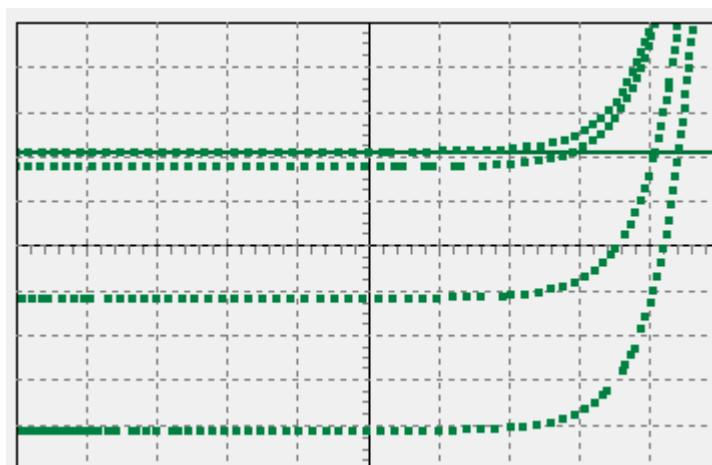

Рис. 7.16. Вид семейства ВАХ PIN ФД
7. Изменяя амплитуды сигналов на генераторах и «Множитель по Y», наблюдайте на экране семейство ВАХ ФД. Настройте изображение так, чтобы оно полностью помещалось на экране осциллографа, занимая при этом большую его часть (рис. 7.16). Зарисуйте осциллограмму.